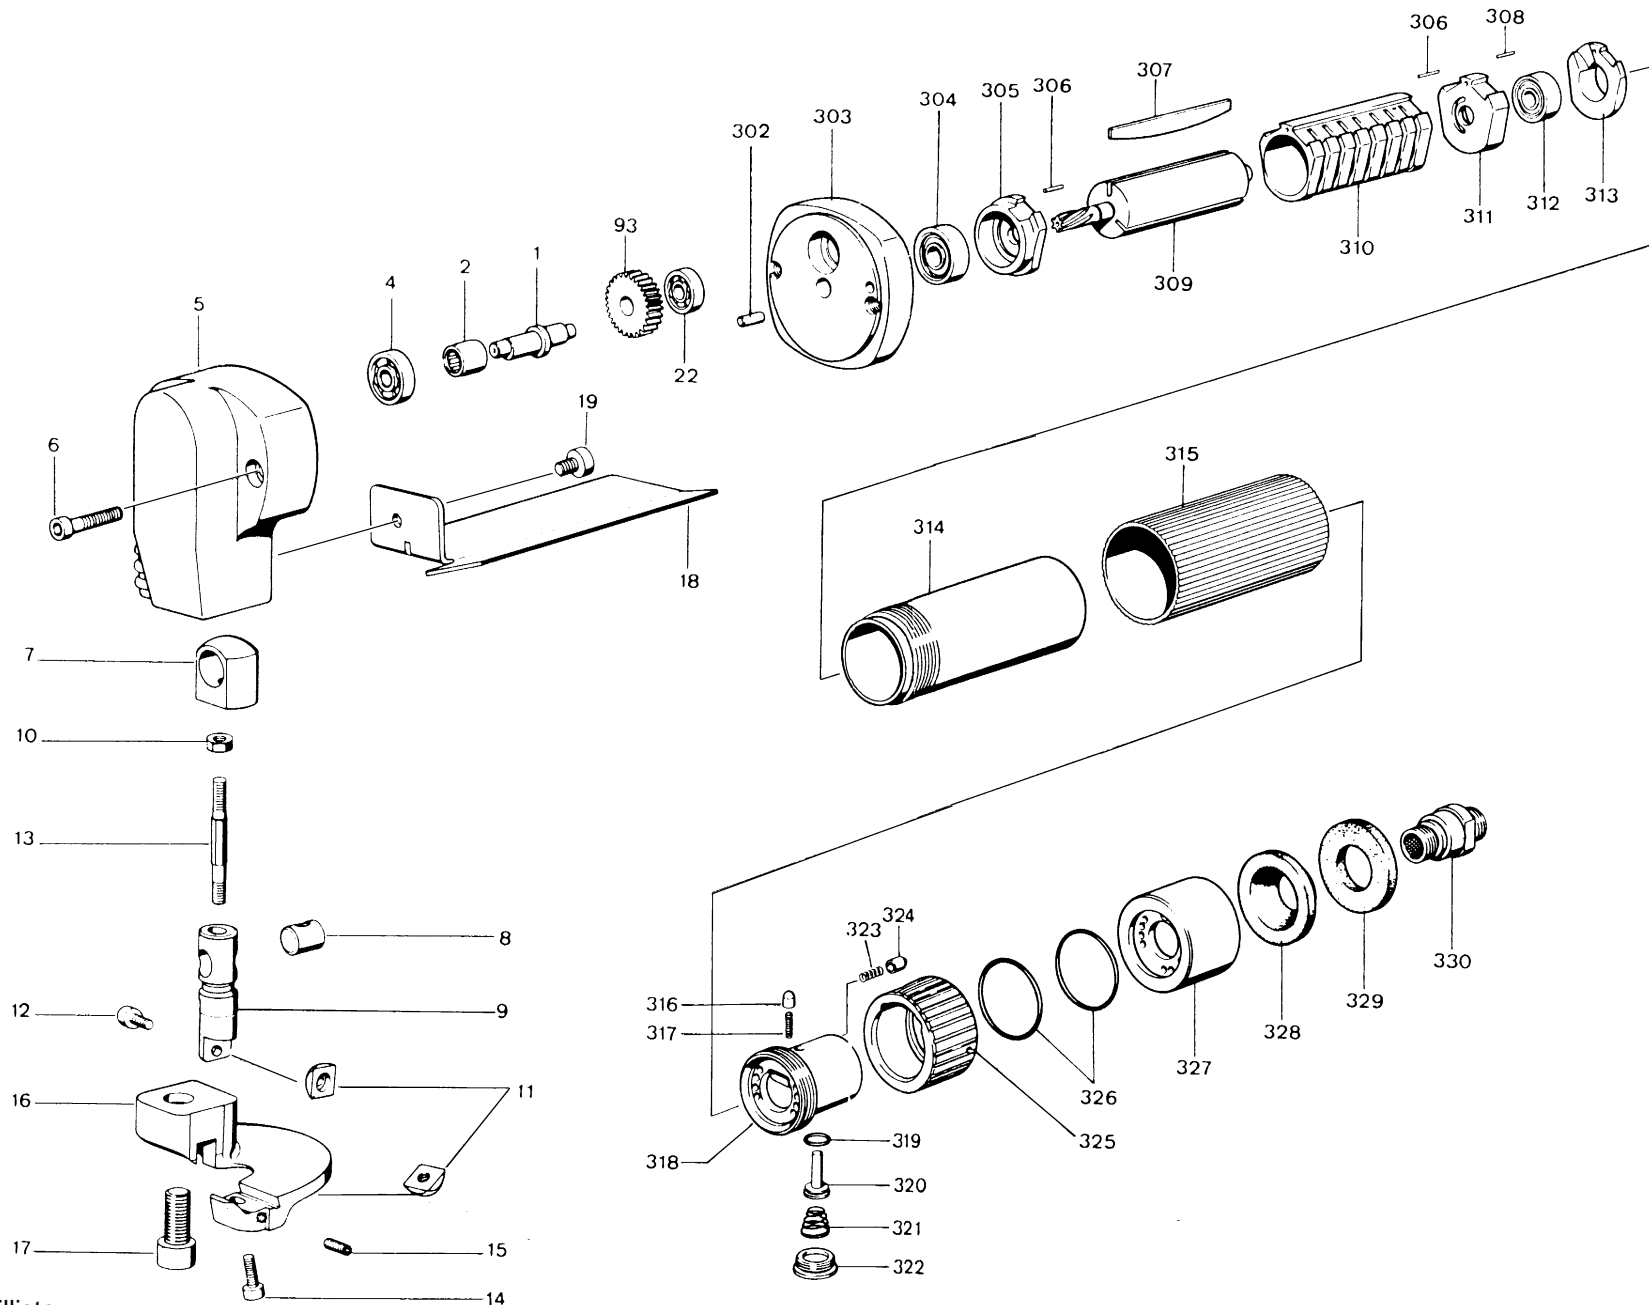

Bild 1: Ersatzteilliste
6. Ersatzteilliste siehe Bild 1 Seite 5/6